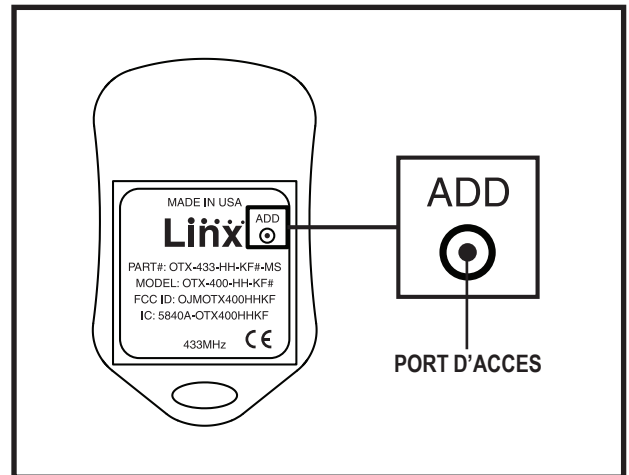

Figure 4. Port d'accès
2. Insérez un fil mince, comme un trombone, dans l'orifice d'accès. **Voir la figure 4.**